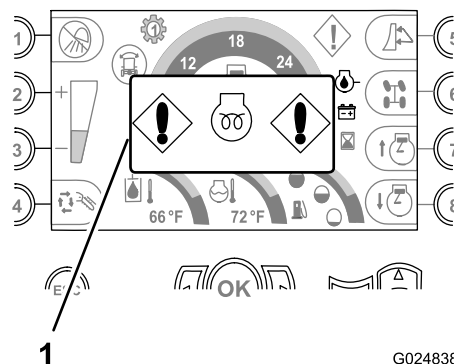

Рисунок 32
- Индикатор ожидания запуска двигателя** – Этот индикатор загорается, когда вы поворачиваете ключ зажигания в положение «Вкл.» и подается питание на нагреватель воздуха на впуске двигателя (Рисунок 32).
Примечание: Подождите, пока данный индикатор не погаснет, прежде чем пробовать запускать двигатель (Рисунок 32).